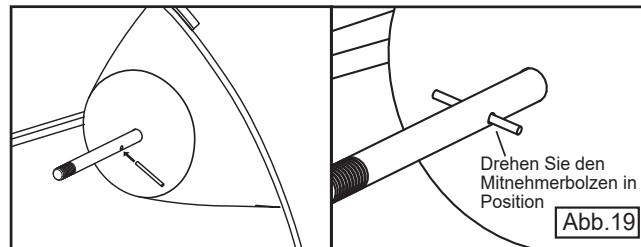

Abb.19
8. Setzen Sie die Antriebsbolzen (falls entfernt) sowie den Propeller wieder ein, wie in Abbildung 19 dargestellt. Drehen Sie den Propeller langsam so weit, bis Sie den Bolzen wieder einfügen und den Propeller vollständig eindrücken können.